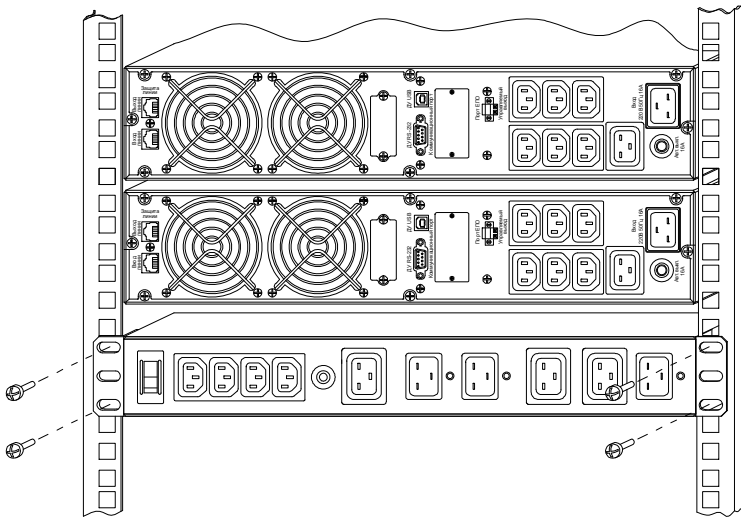

Рисунок 2 – Порядок установки модуля RBS 3K-220V в стандартный шкаф или стойку для телекоммуникационного оборудования шириной 19 дюймов
7.1.3 Установку модуля в шкаф следует производить в следующей последовательности (рисунок 2):